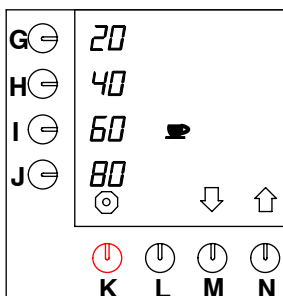

Fig. 25 Regolazione dei tasti di selezione preprogrammati per le tazze
- Premere il tasto di selezione (N.) $\uparrow$ fino a che sullo schermo viene visualizzato quanto illustrato nella fig. 25 .